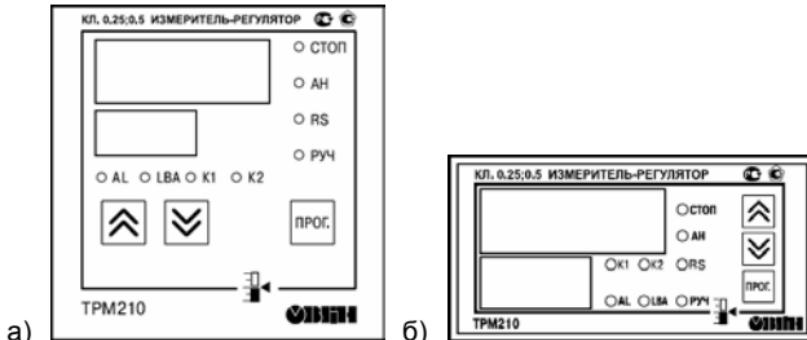

Рисунок 3.1
3.1.1.2 Все элементы прибора размещены на двух печатных платах. На лицевой панели расположены клавиатура управления прибором, цифровой индикатор и светодиоды (см. рисунок 3.1), на задней , силовая и измерительная части, а также присоединительный клеммник.
3.1.2.1 На рис. 3.1, а приведен внешний вид лицевой панели прибора TPM210 для корпусов настенного (Н) и щитового (Щ1) крепления, а на рис. 3.1, б – щитового (Щ2).